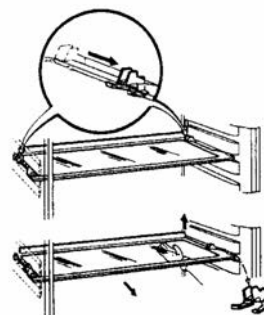

Рис.4
- Снимите с полок красные транспортировочные крепления (см. рис.4).